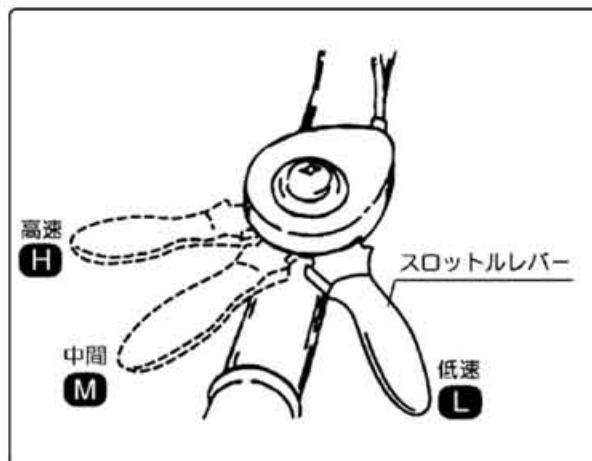

図23
- ①ハンドル右側握部についています。レバーを内側方向に回すとエンジンの回転が上がり、外側にもどしますと回転は下がります。エンジン始動時は、レバーを【H】のほうに少し回してスタートしてください。(図23)